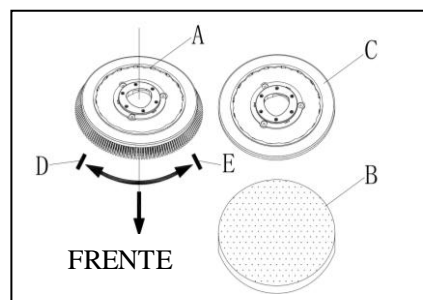

Figura 5
Instale el cepillo (A, Figura 5) o el soporte de la almohadilla (B y C, Figura 5) según el tipo de suelo a limpiar.
1. Asegúrese de que el interruptor de encendido (45) está en la posición de apagado "o".
2. Levantar el tanque (25) haciendo el manillar (2).
3. Gire el cepillo (A, Figura 5) o el soporte de la almohadilla (B/C, Figura 5) en sentido horario (dirección de la marca de flecha D, Figura 5) para instalarlo en la plataforma.
4. Gire el cepillo o el soporte de la almohadilla en el sentido anti horario (sentido de marca de flecha E, Figura 5) para desmontarlo de la plataforma.